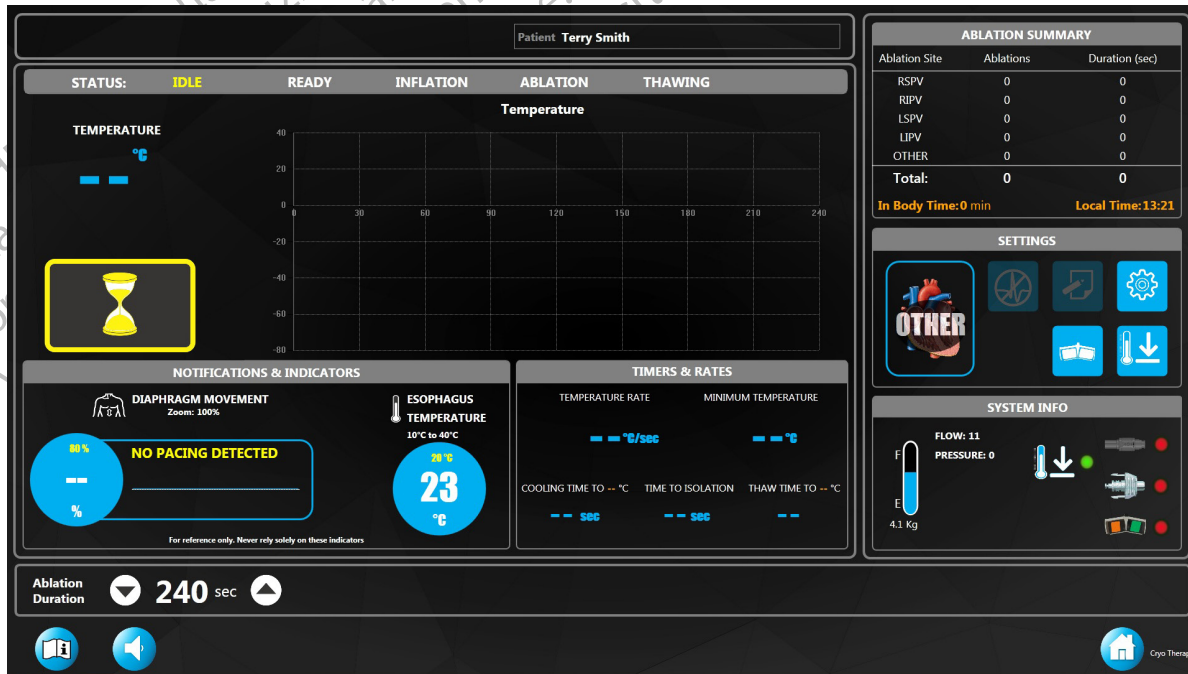

Figura 4. Ecranul de Terapie - inactiv
8. Va fi afișat ecranul Therapy (Terapie) (Figura 4).
<p>Indică starea actuală a sistemului (IDLE (inactiv), READY (pregătit), INFLATION (UMFLARE), ABLATION (ABLAȚIE), THAWING (DEZGHEȚARE)). Starea activă va fi evidențiată (starea sistemului trebuie să indice IDLE (inactiv) conform ilustrației din Figura 4).</p>